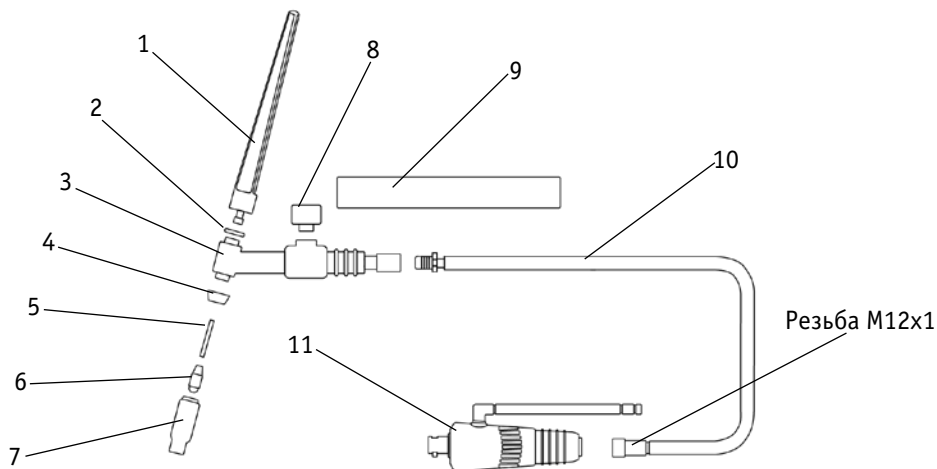

Рис. 12.3. Схема вентильной горелки для аргодуговой сварки.
5) Газовый шланг. 6) Быстросъемное соединение (См. табл. 11.1). 7) Вентильная горелка (См.рис.12.3).
Для работы в TIG Lift режиме с аппаратом понадобится предназначенная для этого горелка (См. рис. 12.3). Горелка представляет собой узел, обеспечивающий передачу тока и защитного газа от сварочного аппарата к свариваемому изделию.